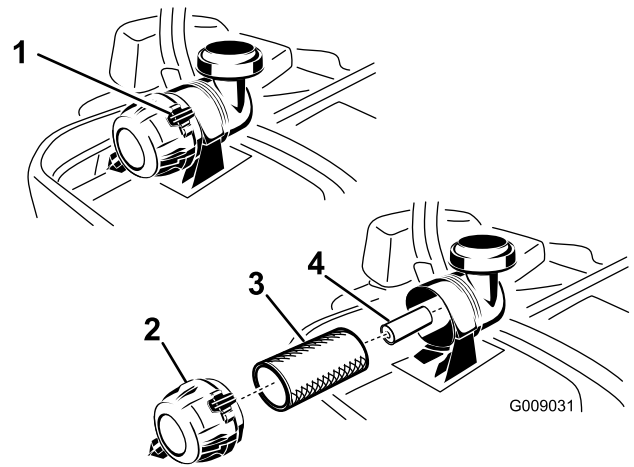

Figure 46
3. Appuyez sur les attaches du filtre à air pour les ouvrir et détachez le couvercle du corps du filtre à air (Figure 46).
5. Sortez l'élément principal du corps du filtre avec précaution (Figure 46). Évitez de cogner l'élément à l'intérieur du corps.
1. Ne nettoyez pas l'élément en papier, remplacez-le (Figure 46).
2. Si vous remplacez l'élément secondaire, insérez-le avec précaution dans le corps du filtre (Figure 46).
3. Placez ensuite l'élément principal sur l'élément secondaire avec le même soin (Figure 46). Assurez-vous qu'il est bien engagé en appuyant sur le rebord extérieur.
4. Montez le couvercle, reniflard en bas, et tournez-le pour que les attaches verrouillent le couvercle en place (Figure 46).